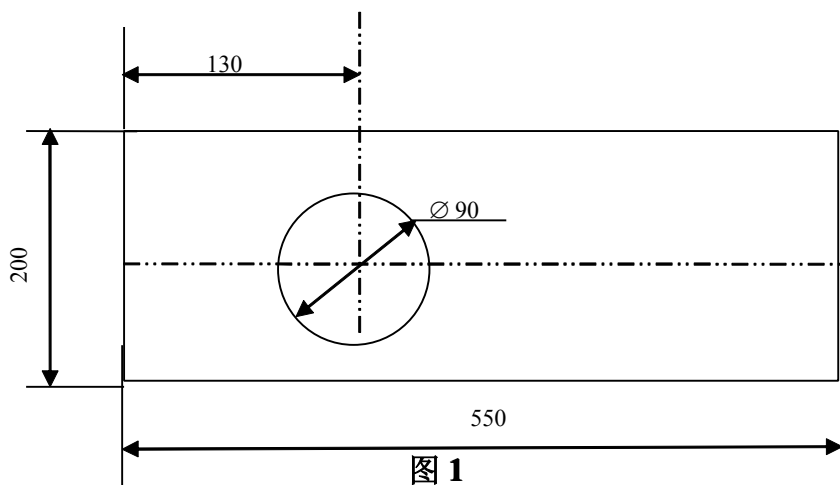

图 1
- 2.3 拆箱后的硬度计水平安放在稳固的工作台上, 其水平度不超过 1mm/m。同时在工作台适当位置开孔 (图 1), 使升降螺杆正常工作。